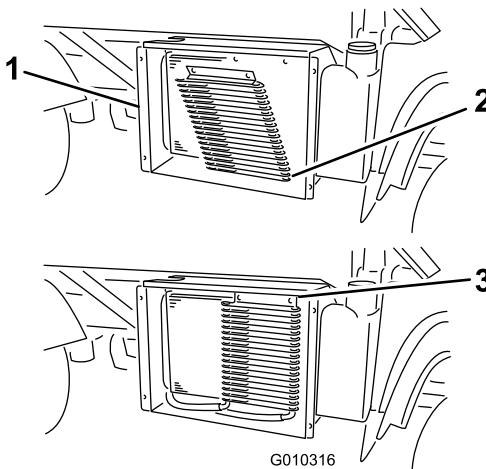

Figura 13
- Introduzca las pestañas de montaje del enfriador en las ranuras situadas debajo del radiador (Figura 13).
- Gire el enfriador hacia arriba y sujetelo la parte superior del mismo con los cierres de $\frac{1}{4}$ de giro del radiador (Figura 13).